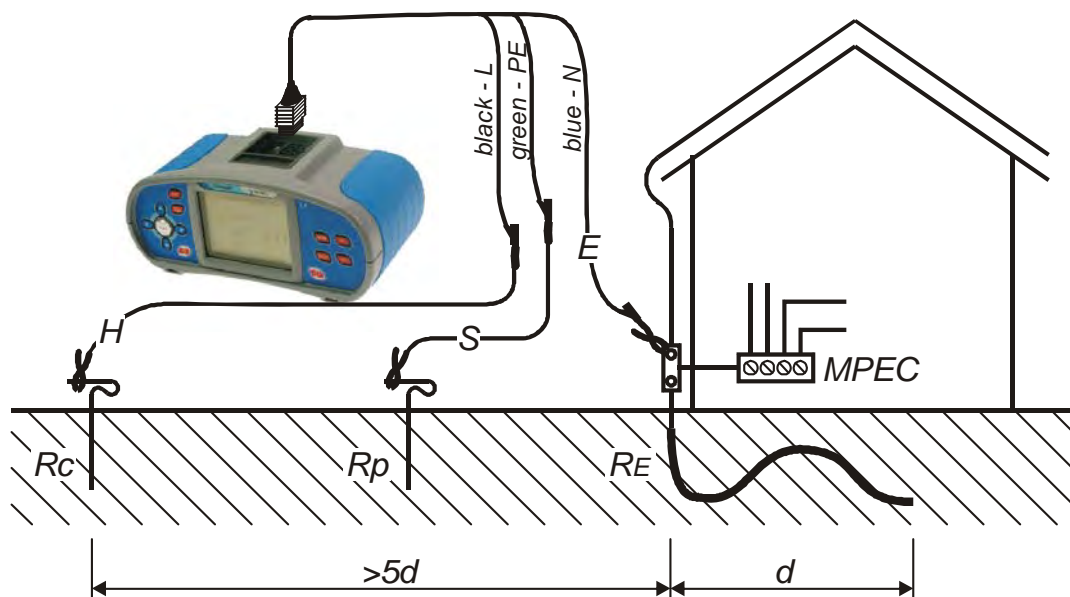

Abb. 5.31: Erdungswiderstandsmessung (3 Leiter) – System-Erdungswiderstand
- ❑ Schließen Sie die Prüfleitungen an die zu prüfende Anlage und Messsonden (siehe Abb. 5.31 und 5.32).